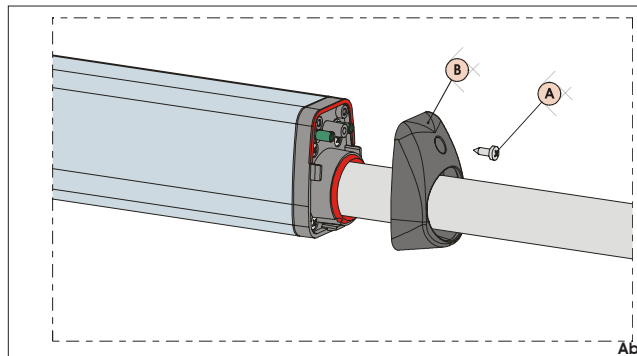

Abb. 18
- 1) Die obere Befestigungsschraube lösen, Abb.18 Bez.A, und den Deckel entfernen, Abb.18 Bez.B.
- 5) Den Deckel erneut positionieren, Abb.18 Bez.B, und die Befestigungsschraube festziehen, Abb.18 Bez.A.